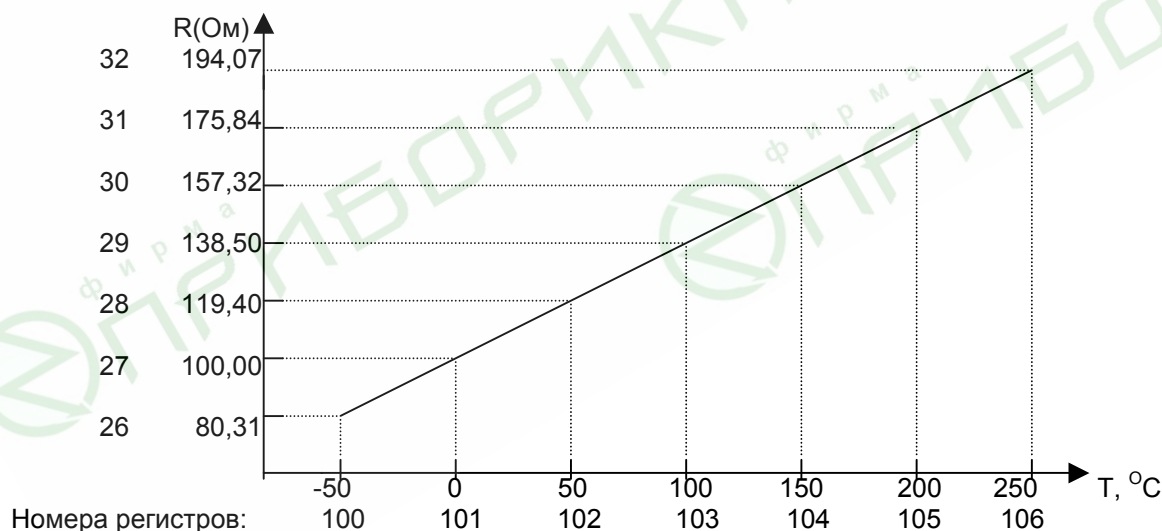

Рис.9. Пример: характеристика термометра с градуировкой Pt100, подключенного к 3-му каналу прибора.
- 6) Ввести остальные значения сопротивлений в регистры 27-32. После окончания перейти в рабочий режим или к настройке следующих каналов. Графически введенная градуировочная характеристика изображена на рис.9.